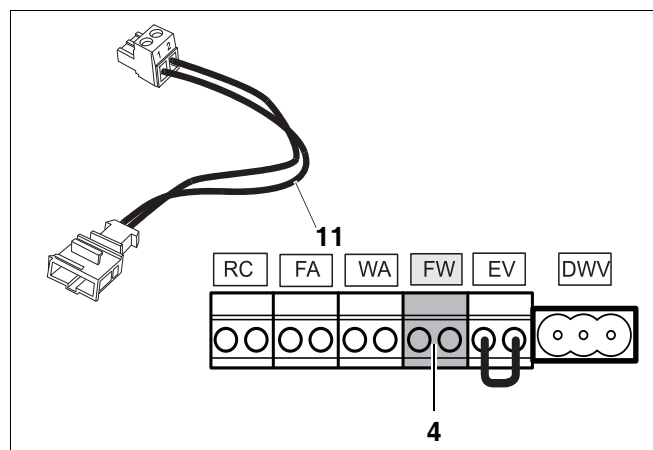

Fig. 34 Klemrække – varmtvandsføler (tilslutningsfarve grå)
- Slut varmtvandsføleren til det grå stik FW (fig. 34, **pos. 4**). Brug hertil adapterkablet, som følger med varmtvandsføleren (fig. 34, **pos. 11**).